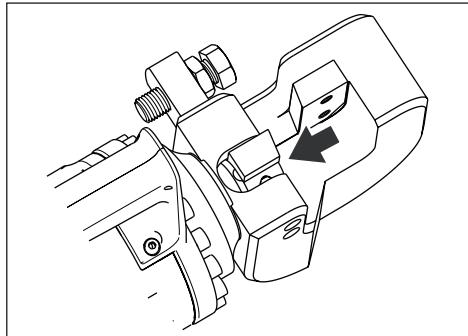

图 4, 柱塞和刀片完全缩回 (原位) 位置
- 在柱塞完全伸出之后，将会自动回缩至其“原位”位置。参见图 4。
在切割头内放置任何材料前，务必确保柱塞和移动刀片处于完全缩回的“原位”位置。参见图 4。
2. 确保柱塞处于“原位”（完全缩回）位置。参见图 4。